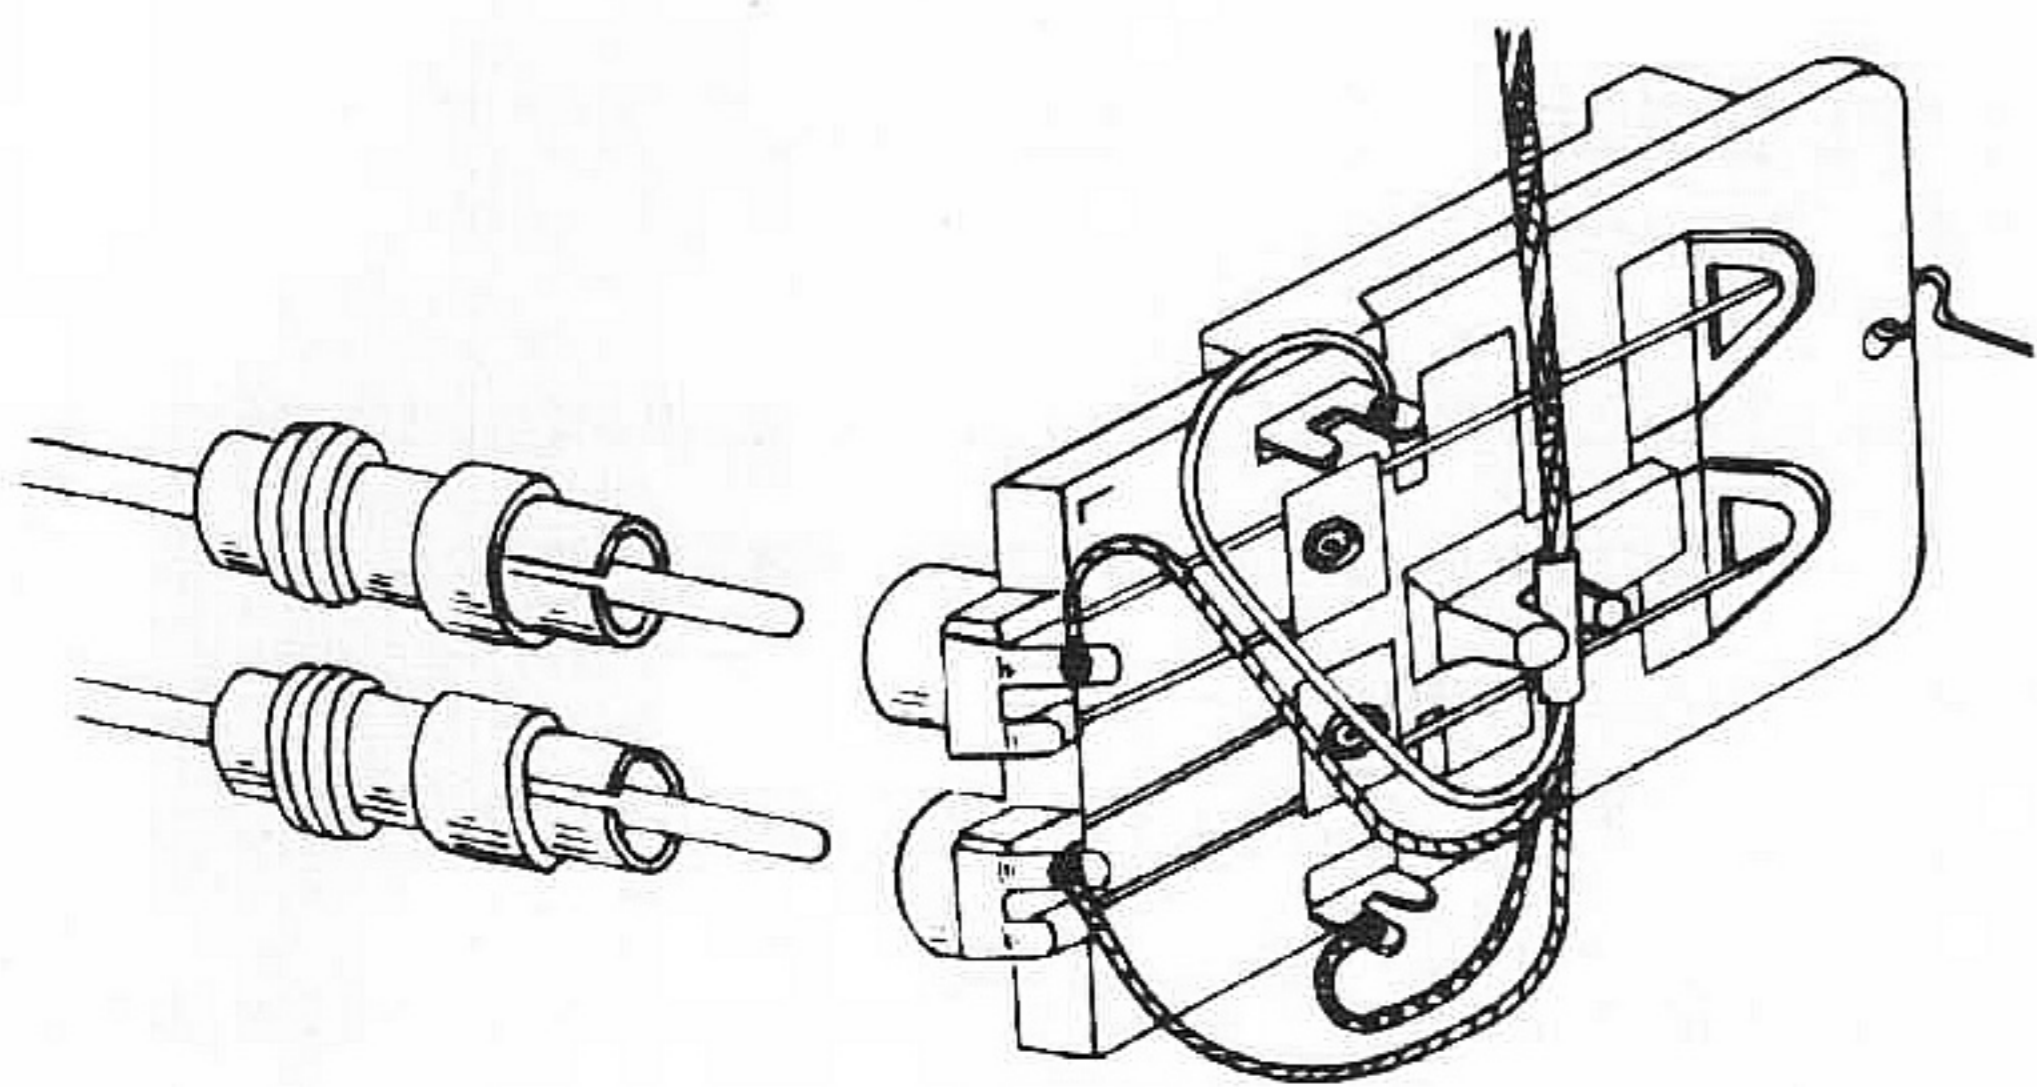

Fig. 2
Kortslutningsanordning enl fig 2, som kortsluter nålmikrofonen då växlingsmekanismen är igång för att ev. sprak ej skall höras i högtalarna. Om det uppstår fel undersök om kontakttrådarna är rena samt om de gör kontakt och bryter kontakt ordentligt. Om nödvändigt rengör kontakterna eller kontrollera fastsättningen av dragfjäders (146) fig 8.